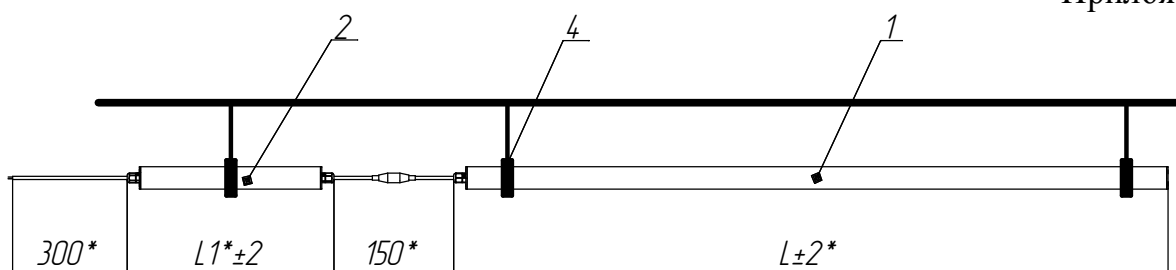

Рисунок 1:
4.2 Светильник в соответствии с Рис.1 состоит из корпуса с боре поз.1, внутри корпуса размещена панель в сборе, на которой размещены светодиодные линейки и электрическая схема, источника питания поз.2, внутри которой расположена электрическая схема, скоб для подвеса светильника поз.4.